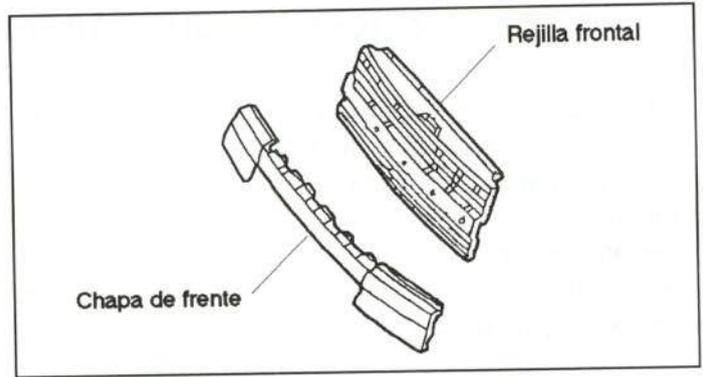

Figura 14.- Comercialización de la rejilla frontal
El fabricante la comercializa como pieza de recambio independiente, así como su emblema y chapa de frente (figura 14).
EL fabricante la comercializa como pieza de recambio independiente (figura 14).
- . Rejilla frontal (figura 14).
- . Rejilla (figura 14).